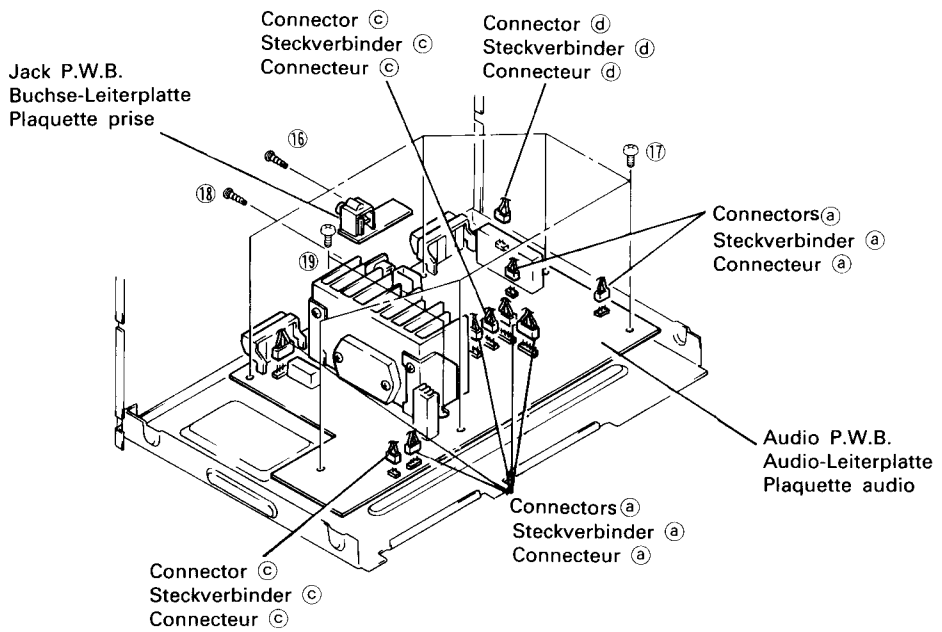

Fig. 9 Abb. 9
Remove two screws ④, three screws ⑤, one screw ⑥ and seven main P.W.B. connectors a. (Refer to Fig. 9 for connectors a.)
Remove two screws ⑩, two screws ⑪, five connectors b and two connectors c. Open in the direction of arrow B. Next, remove the REC level knob, two screws ⑫ and one tab. (Refer to Fig. 9 for connectors c.)
- Jack P.W.B. (Fig. 9)**
- Audio P.W.B. (Fig. 9)**
Anschließend die beiden Schrauben ④, die drei Schrauben ⑤ und Schraube ⑥ herausdrehen und die sieben Steckverbinder ① der Haupt-Leiterplatte entfernen. (Steckverbinder ① siehe Abb. 9.)
Die beiden Schrauben ⑩ und ⑪ herausdrehen und die fünf Steckverbinder ② sowie die beiden Steckverbinder ③ abziehen. In Pfeilrichtung ④ öffnen. Danach den Drehknopf für Aufnahmepegel (REC) sowie die beiden Schrauben ⑫ und eine Klaue entfernen. (Steckverbinder ③ siehe Abb. 9.)
**12. Buchse-Leiterplatte (Abb. 9)**
**13. Audio-Leiterplatte (Abb. 9)**
Puis enlever deux vis ④, trois vis ⑤, une vis ⑥ et sept connecteurs de plaguette principale ①. (Se référer à la Fig. 9 pour les connecteurs ①.)
Enlever deux vis ⑩, deux vis ⑪, cinq connecteurs ② et deux connecteurs ③. Ouvrir dans la direction de la flèche ④. Puis, enlever le bouton de niveau d'enregistrement (REC), deux vis ⑫ et une attache. (Se référer à la Fig. 9 pour les connecteurs ③.)
**12. Plaguette prise (Fig. 9)**
**13. Plaguette audio (Fig. 9)**